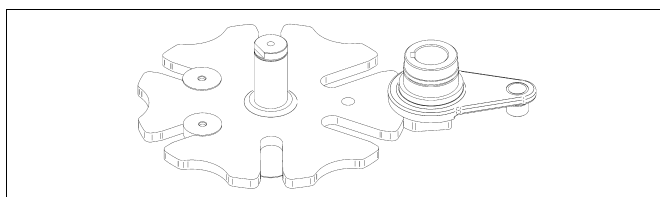

рис. 120
23) Поверните рычаг мальтийской шестерни на 90° обратно в положение наладки (рис. 120).